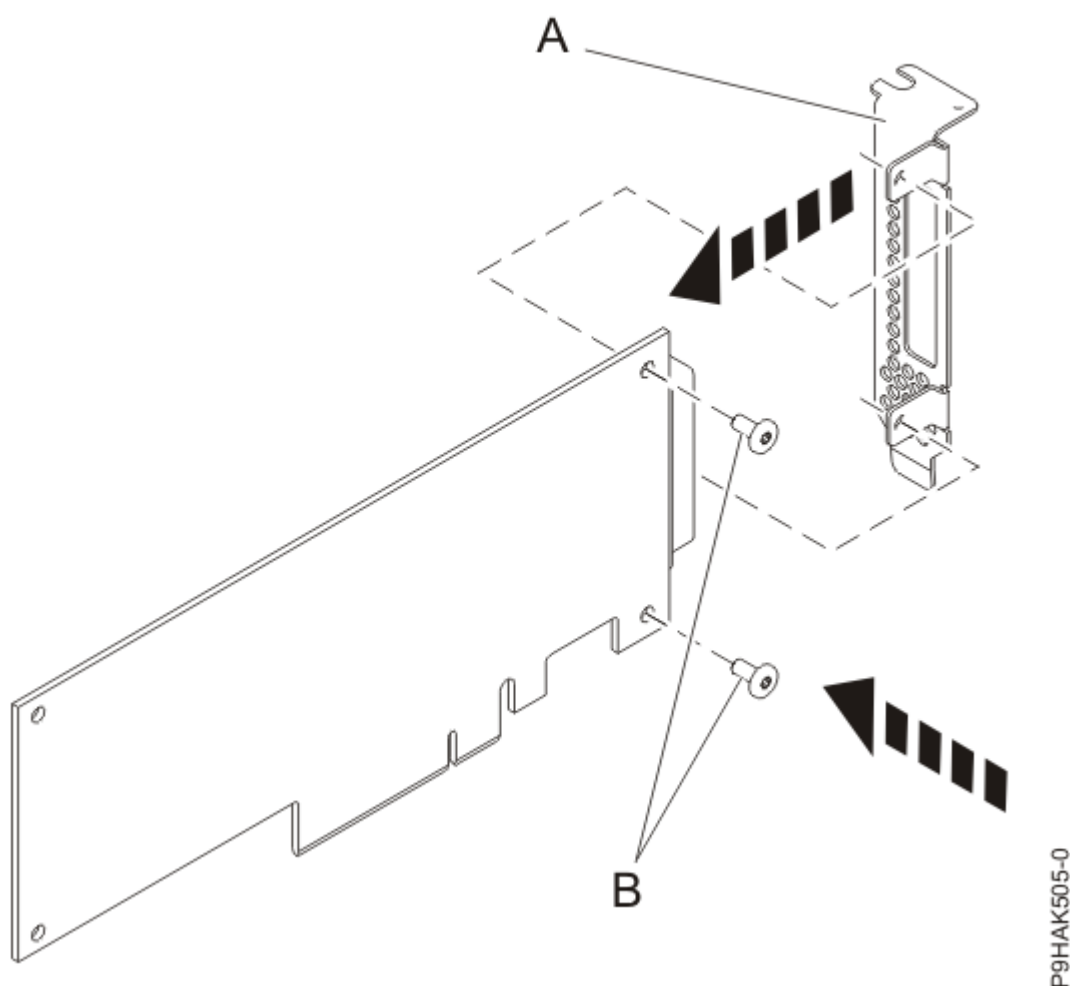

Figura 21. Colocación de la contrapunta de altura reducida en un adaptador
14. Utilizando un destornillador de estrella y los dos tornillos de retención (B), fije la contrapunta (A) del adaptador anómalo en el nuevo adaptador, tal como se muestra en la Figura 21 en la página 28.